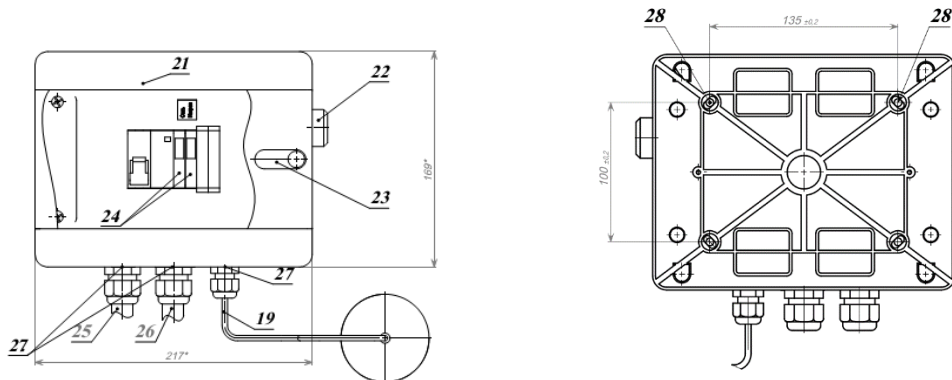
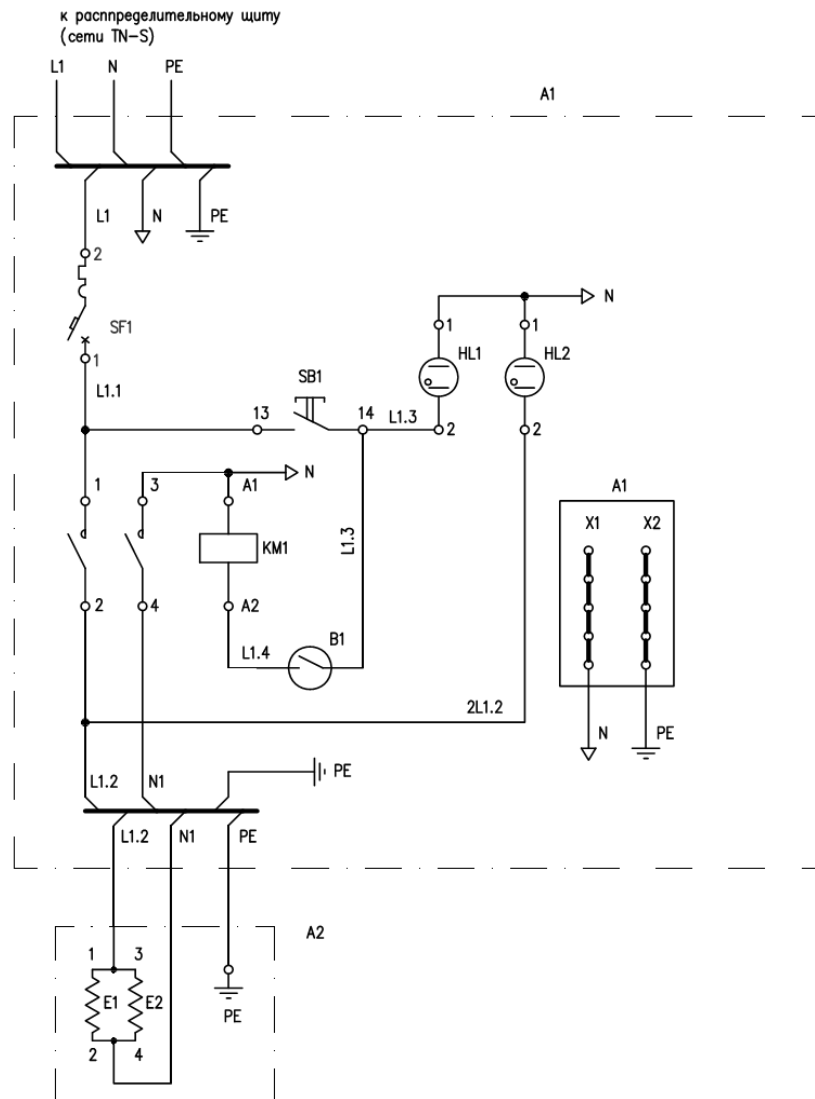

Рисунок 1. Аквадистилляторы электрические ДЭ-М
Рисунок 2.3. Схема электрическая принципиальная, аквадистиллятор ДЭ-4М.
4.1. Принцип действия аквадистиллятора основан на конденсации отсепарированного пара. Основными частями изделия являются: испаритель 9 с сепараторами 10, конденсатор 8, электронагреватели 11, уравниватель 17, датчик 7 с выключателем бесконтактным 6, основание 15 и электрощит 21 (рис.1).
- включение аппарата без установленного датчика 7 (см. рис.1)
6.12.1. ДЭ-25М: подключите электрощит 21 к сети 380В переменного тока, через автоматический выключатель, с помощью сетевого кабеля 25 (фазные проводники L1 L2 L3) (см. рис.1), желто-зеленая жила подключается к заземляющему проводнику (PE), а голубая нулевая жила подключается к нулевому рабочему проводнику (N).
6.12.2. ДЭ-10М: подключите электрощит 21 к сети 380В переменного тока, через автоматический выключатель, с помощью сетевого кабеля 25 (фазные проводники L1 L3) (см. рис.1), желто-зеленая жила подключается к заземляющему проводнику (PE), а голубая нулевая жила подключается к нулевому рабочему проводнику (N).
6.12.3. ДЭ-4М: подключите электрощит 21 к сети 220 В переменного тока, через автоматический выключатель, с помощью сетевого кабеля 25 (см. рис.1) Жила А - подключается к нулевому проводу, жила В - подключается к фазному проводу (определяется прозвонкой или по цвету жил), желто-зеленая жила подключается к земле (см. рис.2.3).
10М: подсоедините фазные жилы подводящего провода 26 от электрощита к зажимам 2, 4, нулевую жилу (голубого цвета) к зажиму перемычки 1-3, а земляную жилу (желто/зеленого цвета) к зажиму «земля» (рис.1; 2.2 и таблицы 3.2.).
6.14. Снимите с датчика 7, подключенного к электрощиту, крышку и проверьте ход поплавка на выключателе бесконтактном 6. Установите крышку на датчик 7. Установите датчик 7 на аквадистиллятор. (см. рис.1).